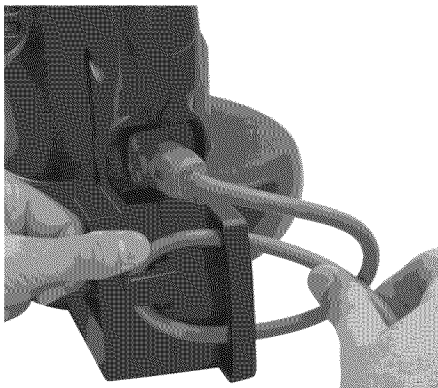

Figure 5 - Pull extension cord loop tight around molded cord hitch
3. Tirez sur la boucle de façon qu'elle s'insère solidement dans le dispositif de retenue (voir la Figure 5, la page 29).